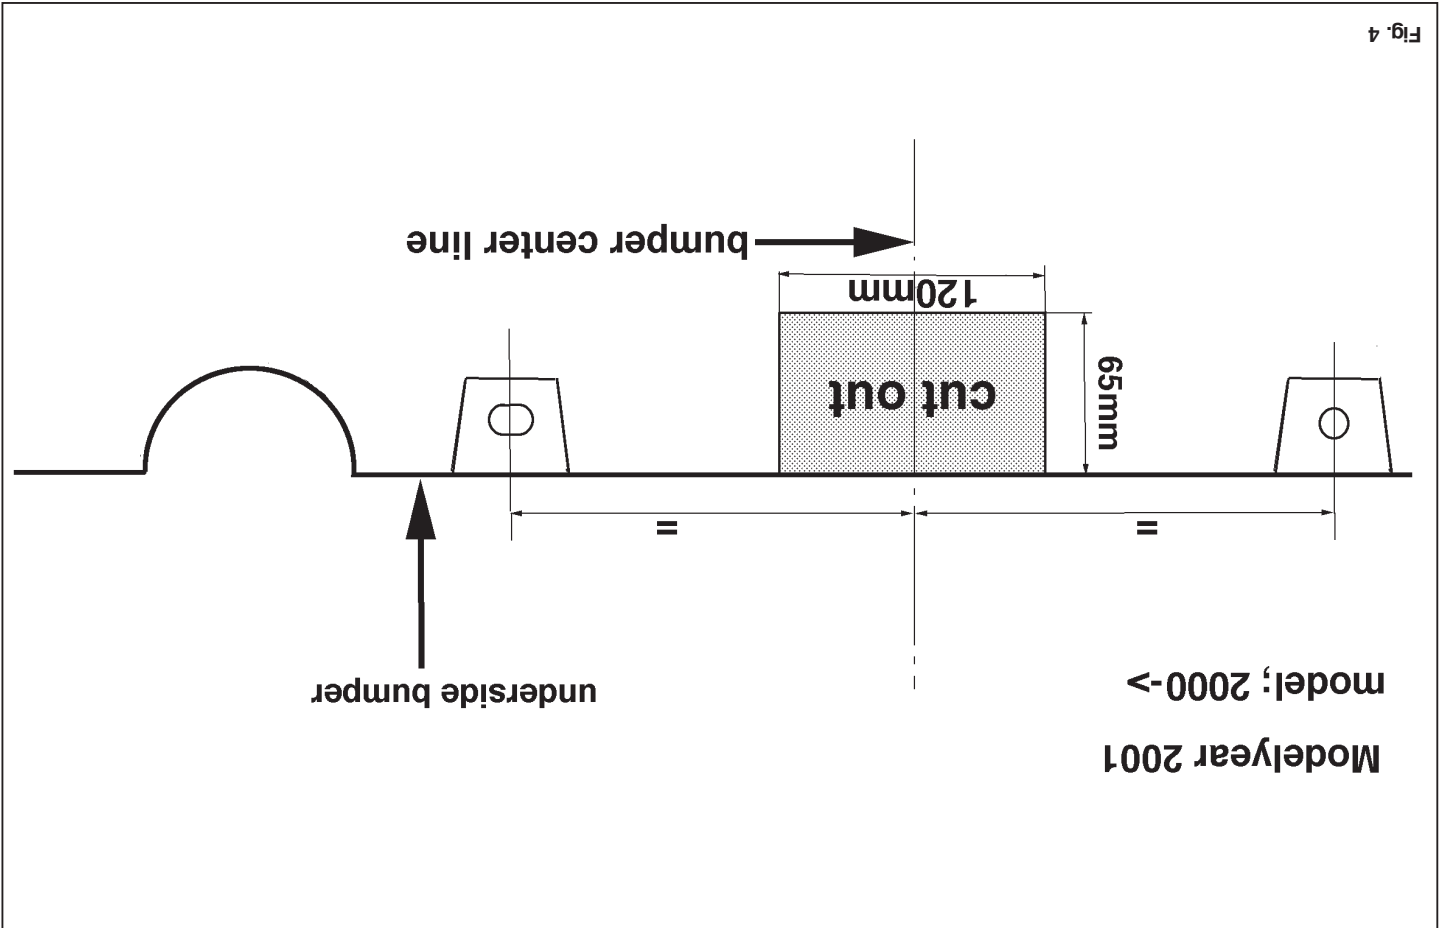

Fig. 4
Zaag overeenkomstig fig. 2 een deel uit het binnenwerk. Zaag overeenkomstig fig. 4 een deel uit de bumper. Plaats het bumperbinnenwerk op de trekhaak en bevestig deze d.m.v. zes bouten inclusief afstandsbusen veer- en sluitringen overeenkomstig figuur 6 en 7. Hierbij de originele moeren gebruiken.
According to fig. 3 saw a portion out of the inner works. According to fig. 4 saw a portion out of the bumper. Place the inner works of the bumper on the towbar and attach this using six bolts including spacers and spring washers and flat washers as shown in fig. 6 and 7. Use the original nuts for this.
Gemäß Abb. 3 einen Teil der innenverkleidung aussägen. Gemäß Abb. 4 einen Teil der Stoßstange aussägen. Die Stoßstangeninnenverkleidung auf die Anhängervorrichtung legen und gemäß Abb. 6 und 7 mit sechs Schrauben einschließlich Distanzhülsen, Federlingen und Unterlegscheiben befestigen. Dabei die Originalmütern verwenden.
Scier une partie dans la garniture conformément à la fig. 3. Scier une partie dans le pare-chocs conformément à la fig. 4. Positionner la garniture de pare-chocs sur l'attache-remorque et la fixer à l'aide de six boulons y compris les douilles d'écartement ainsi que les rondelles grower et de blocage, conformément à la fig. 6 et 7. Utiliser ici les écrous originaux.
Såga enligt fig.3 ut en del ur innanmätet. Såga enligt fig.4 ut en del ur kofångaren. Placera kofångarens innanmäte på dragkroken och montera den med sex skruvar inklusive distansbussningar, fjäder och planbrickor enligt fig.6 och 7. Använd härvid de ursprungliga muttrarna.
- For modellerne 2000 -> gælder:** Sav følgende fig. 3 et stykke ud at indersiden af henholdsvis. Sav følgende fig. 4 et stykke ud at kotangøren. Anbring indersiden af kotangøren på anhängertækket og monter denne med seks bolte inklusiv atstandsør og plan- og fjederskiver ifølge fig. 6 og fig. 7. Anvend de originale møtrikker.